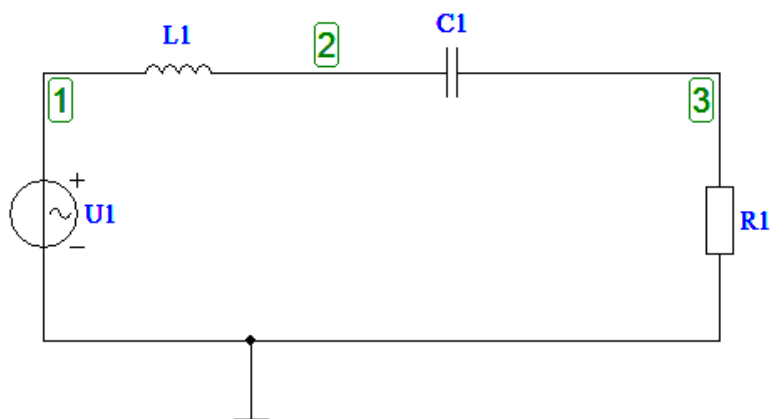

Рис. 2.1
1.2. Рассчитайте резонансную частоту f_0 , добротность Q и ширину полосы пропускания $2\Delta f^*$ последовательного колебательного контура, схема которого приведена на рис. 2.1, по формулам
2.2. Постройте на экране дисплея схему последовательного колебательного контура, приведенную на рис. 2.1, задайте значения параметров элементов, пронумеруйте узлы.